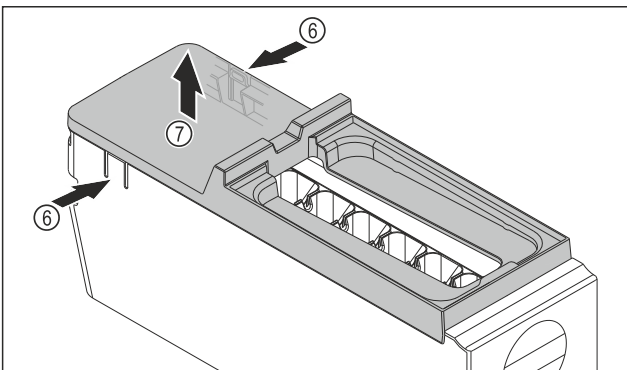

Fig. 184
- ▶ Scoateți apărătoarea corpului EasyTwist-Ice: Apăsați eclisele Fig. 184 (6) de pe ambele părți ale corpului EasyTwist-Ice cu o mână.
- ▶ Scoateți apărătoarea Fig. 184 (7) cu cealaltă mână în sus.